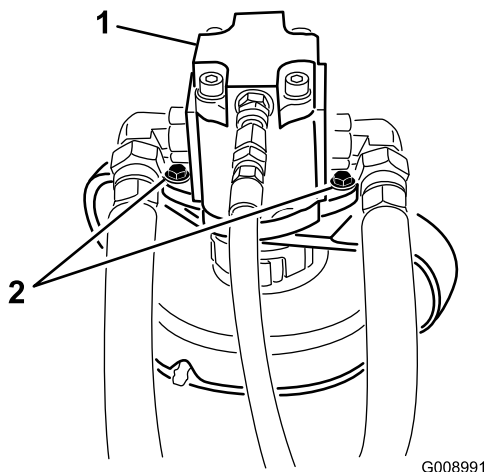

Figure 81
4. Enlevez les boulons qui fixent le moteur hydraulique au plateau de coupe (Figure 81). Soulevez le moteur et placez-le sur le dessus du plateau de coupe.
2. Enlevez les boulons qui fixent le moteur hydraulique au plateau de coupe (Figure 81). Soulevez le moteur et placez-le sur le dessus du plateau de coupe.